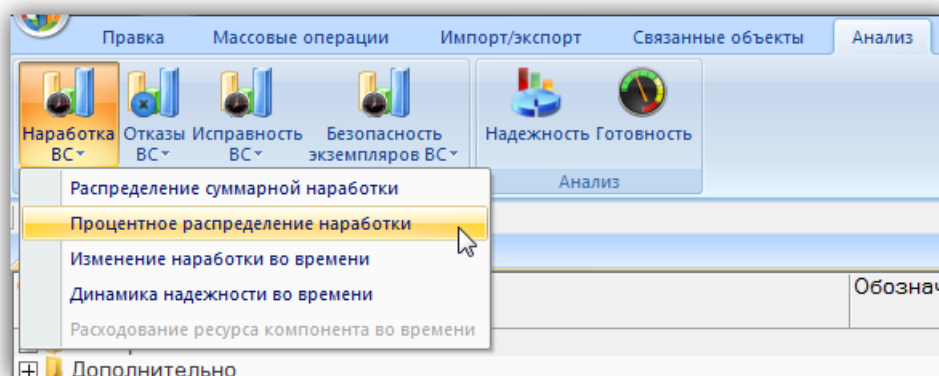

Рис. 13-227 – Выбор диаграммы по наработке
3) Нажать кнопку «Наработка ВС» панели «Диаграммы» на вкладке «Анализ» и выбрать пункт «Процентное распределение наработки» (рис. 13-227).